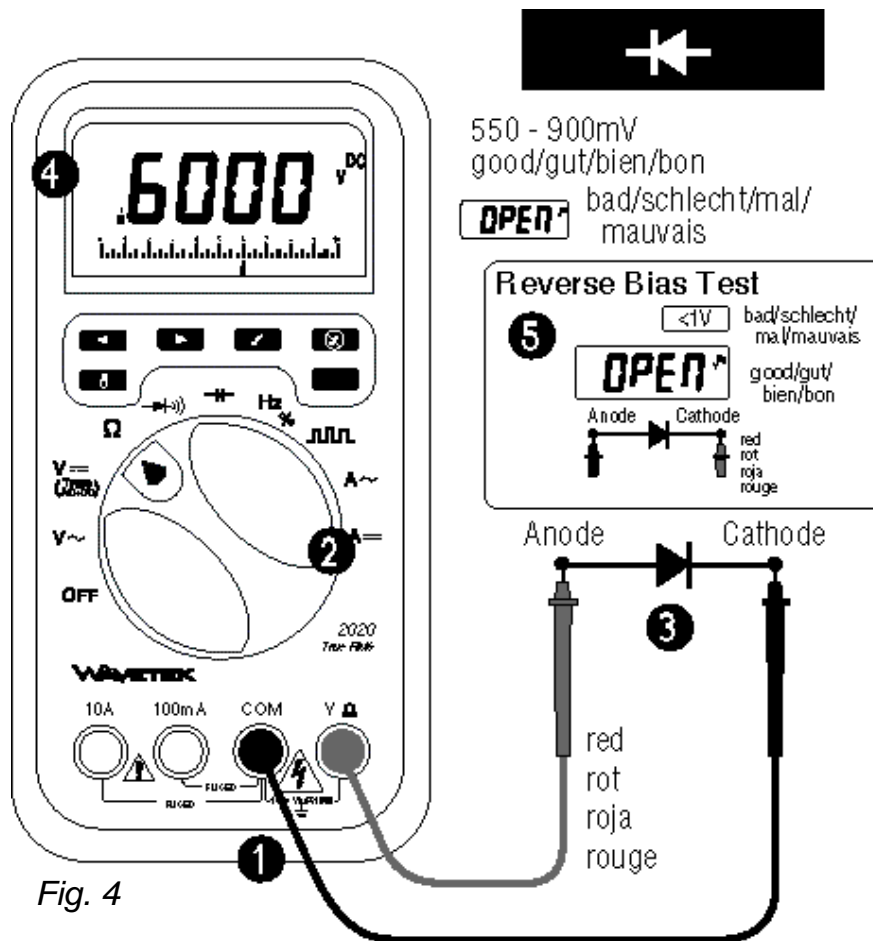

Fig. 4
DIODE AND TRANSISTOR TEST (See Fig. 4)
The diode test measures the voltage drop across a diode junction. ❶ Connect the test leads as shown in figure 4. ❷ Set the Function/range switch to $\rightarrow \rightarrow \rightarrow$. ❸ Apply probe tip of red lead to the anode and of black lead to the cathode of the diode. The meter's display indicates the forward voltage drop (approx. 0.6V for silicon diode or 0.4V for germanium diode). A short tone indicates a good diode. An open diode is indicated by "OPEN". ❹ Reverse test lead connections to the diode to perform a reverse bias test. "OPEN" indicates a good diode. **Notes:** "OPEN" for both reverse and forward bias tests indicates an open diode. A low voltage reading for both bias tests indicates a shorted diode. If the diode is shunted by a resistor of 1000 ohms or less, it must be removed from the circuit before taking the measurement. Bipolar transistor junctions may be tested in the same manner described above as emitter-base and base-collector junctions are diode junctions.
D • Dioden- und Transistortest (siehe Fig. 4)
E • Comprobación de diodos y transistores (vea Fig 4)
F • Test de Diodes et de Transistors (voir fig. 4)
Le test de diodes affiche la chute de tension à travers le transistor. ❶ Connectez les cordons comme indiqué en figure 4. ❷ Placez le sélecteur sur $\rightarrow \vdash \vdash$. ❸ Connectez les pointes de touche à la diode – la rouge à l'anode, la noire à la cathode. ❹ Lisez la chute de tension en direction passante (environ 0.6V pour une diode au Si; 0.4V pour une diode au Ge. Une diode ouverte est affichée par "OPEN". ❺ Inversez la connection pour mesurer en direction de blocage. Une bonne diode est affichée par "OPEN". **Notes:** "OPEN" dans les deux directions indique une diode ouverte; une lecture basse indique une diode court-circuitée. Les jonctions de transistors peuvent être testées comme des diodes.